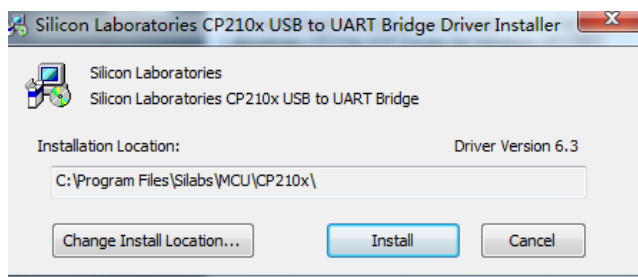

图 11 安装界面 6
8、进入如图 11 所示界面，请单击 “Install” 。